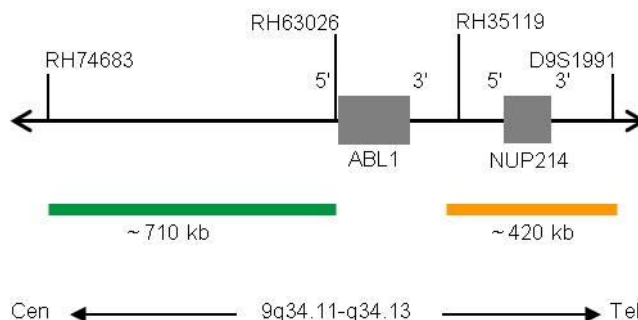

Fig. 1: SPEC ABL1 Mappa della sonda (non in scala)
- Polinucleotidi (~10.0 ng/μl) marcati con ZyGreen (eccitazione 503 nm/emissione 528 nm), le cui sequenze target mappano in 9q34.11-q34.12* (chr9:132,872,357-133,580,236) prossimali al punto di rottura di ABL1 (vedere Fig. 1).
- Polinucleotidi (~4.5 ng/μl) marcati con ZyOrange (eccitazione 547 nm/emissione 572 nm), le cui sequenze target mappano in 9q34.12-q34.13* (chr9:133,851,960-134,273,097) distali al punto di rottura di ABL1 (vedere Fig. 1).